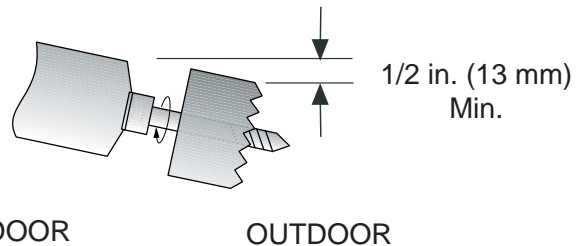

Fig. 8 – Perçage des trous
1. Déterminez l'emplacement du trou du tuyau en utilisant la plaque de montage comme modèle. Percez le trou du tuyau sur un diamètre conforme aux valeurs indiquées à la fig. NO TAG. Le trou du tuyau extérieur est plus bas d'au moins 13 mm (1/2 po) au trou du tuyau intérieur. Le tuyau est donc légèrement incliné vers le bas (consultez la fig. 8).